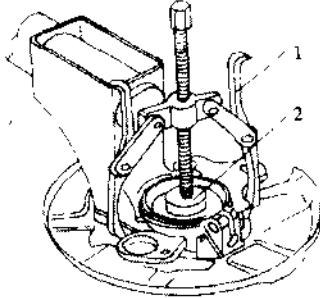

图 7.45 拆卸带齿圈的前轮毂
- ① 顶起前轮使之离地, 拆下前轮及前轮制动器。
- ② 如图 7.45 所示, 拆卸带齿圈的前轮毂时, 首先用 200mm 拉器 1 的两个活动臂, 钩住前轮轴承壳的两边(要找好位置, 只有一个位置才能钩住)。在前轮毂要压出的一侧中心放一专用压块 2, 转动拉器上的螺栓使其顶住压块, 直到将带齿圈的前轮毂顶出。
- ③ 拆下齿圈固定螺栓, 分开齿圈和轮毂。